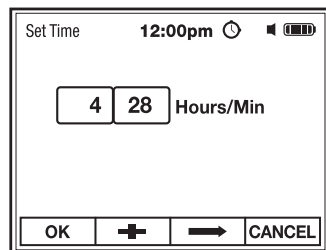

Fig. 28
2. Utilice el botón de función **F2 +** para establecer el valor numérico (resaltado en rojo), (Fig. 28).
3. Utilice el botón **F3 ⇨** para seleccionar Horas o Minutos (Fig. 28).
4. Pulse el botón **F1 OK** para guardar la configuración y volver al Menú de Fecha/Hora (Fig. 28).